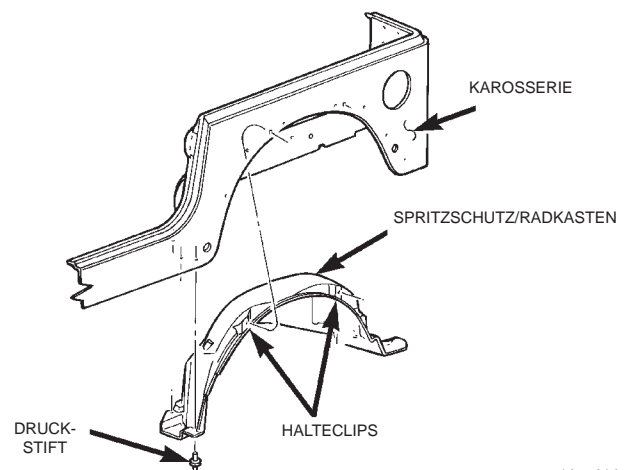

Abb. 72 Spritzschutz/Radkasten
(1) Kunststoffdruckstifte lösen, mit denen der Spritzschutz am Radkasten befestigt ist (Abb. 72).
(2) Halteclips lösen, mit denen der Spritzschutz am Radkasten befestigt ist. (Die Halteclips sind an den Spritzschutz angegossen.)
(3) Spritzschutz vom Radkasten abbauen.